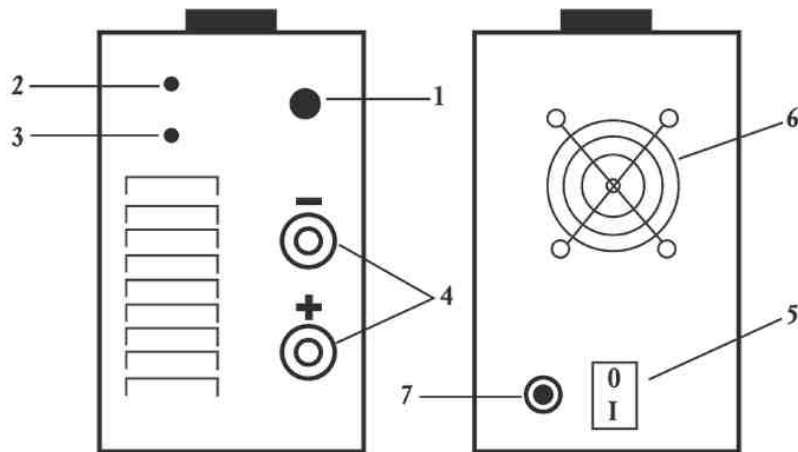

Рис. 1. Расположение органов управления
Основой устройства является однотактный прямоходовый преобразователь. Конструктивно ИИСТ-160 размещен в металлическом корпусе. Размещение органов управления и индикации показано на рис. 1.
6.1. Подключить держатель электрода и кабель массы к разъемам 4 (см. рис.1).